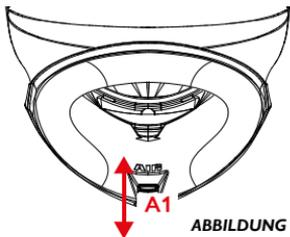

ABBILDUNG 2
BELÜFTUNGSÖFFNUNG VORNE KINNSCHUTZ — A — Abbildung 2/3
- Abbildung 2: Cursor A1, der sich im Inneren des Kinnschutzes befindet